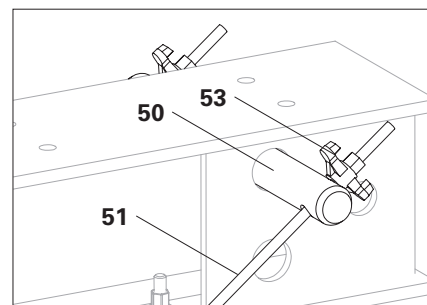

Fig. A6.24a
2. Inserire diagonalmente le barre di ancoraggio DW 15 (**51**) su entrambi i lati. (Fig. A6.24a)